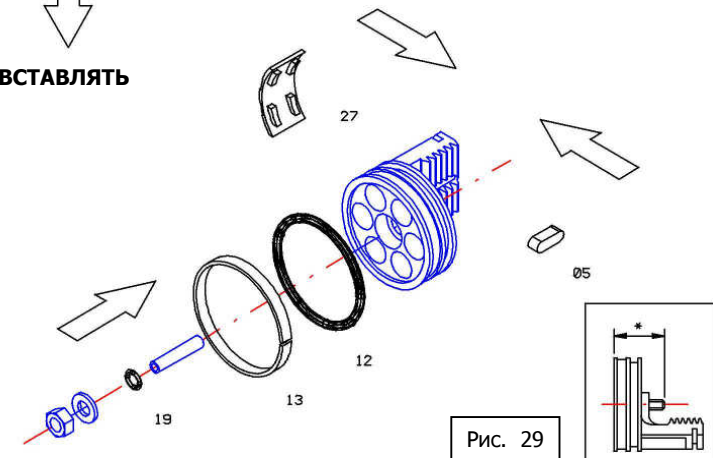

Рис. 29
**9** - Надеть на поршни новые детали: антифрикционную пластину для поршня (дет.27), запорный кран (дет. 05), кольцо O-ринг (дет. 12 и 19), антифрикционный уплотнитель для поршня (дет.13), см. Рис. 29.